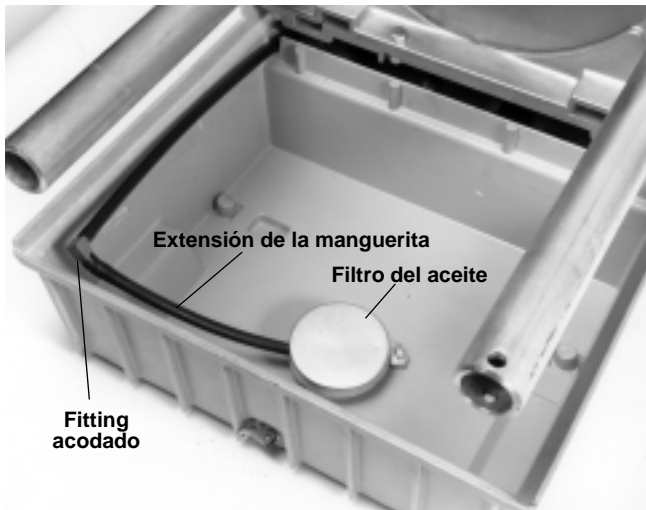

Figura 5A – Cubierta de la bandeja de aceite No. 1460
2. Conecte el fitting acodado y la extensión de la manguerita a la manguerita misma (Figura 5A).